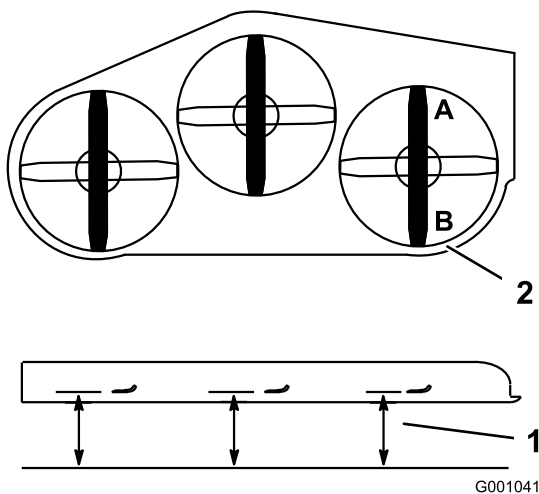
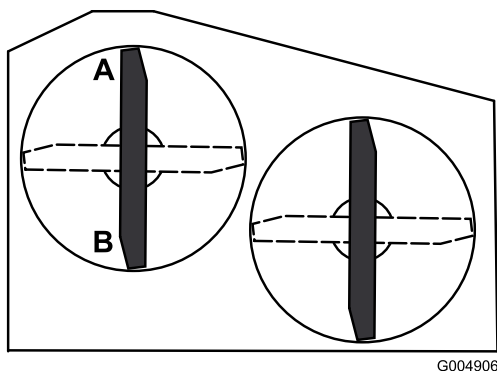

Figure 82
Figure 83
- Tournez une lame dans le sens longitudinal. Mesurez la distance aux points A et B entre une surface plane et le bord coupant des pointes des lames (Figure 82 ou Figure 83). Pour les plateaux de coupe 36 pouces, reportez-vous à la Figure 83.
4. Tournez les lames dans le sens longitudinal. Mesurez la distance aux points **C** et **D** (Figure 82) entre une surface plane et le bord coupant des lames.